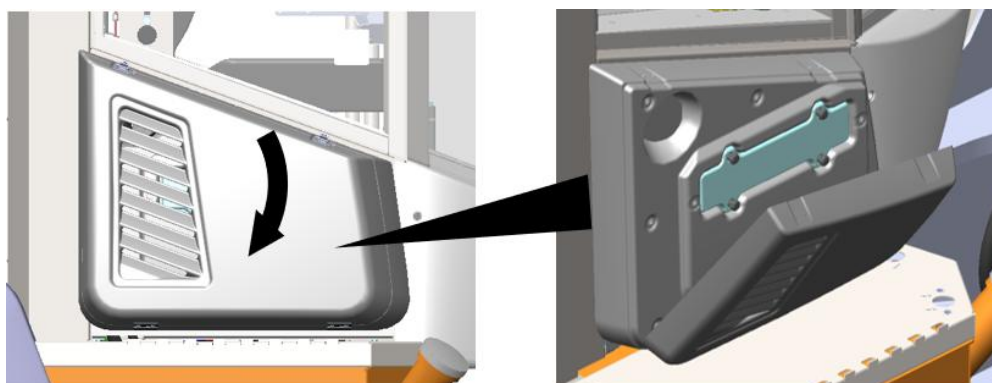

Рисунок 5.81. Очистка или замена воздушного фильтра
- ▶ Открыть дверцу, отсоединив фляжные замки (см. рис. 5.81).